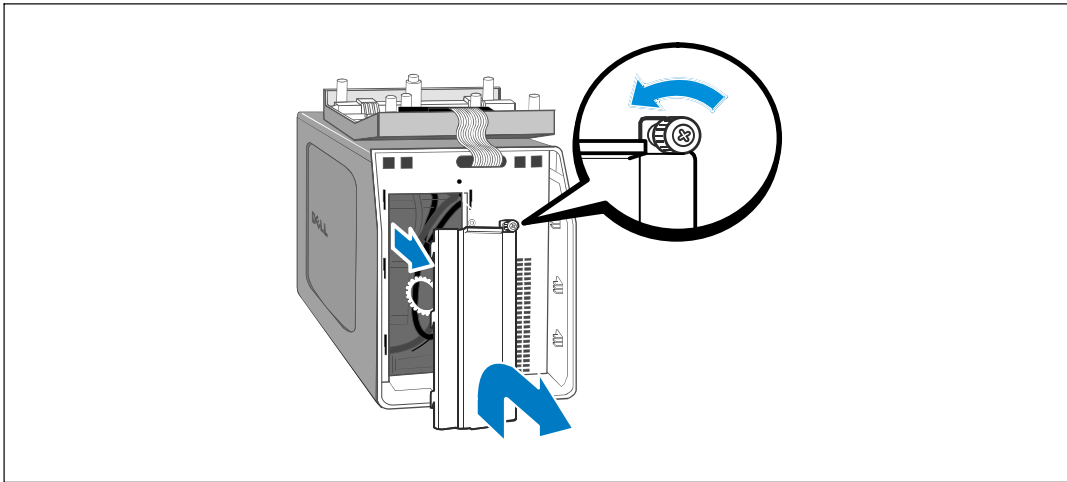

Abbildung 25. Abnehmen der Batterieabdeckung
- 3 Lösen Sie die Rändelschraube auf der metallenen Batterieabdeckung und entfernen Sie die Abdeckung (siehe Abbildung 25).